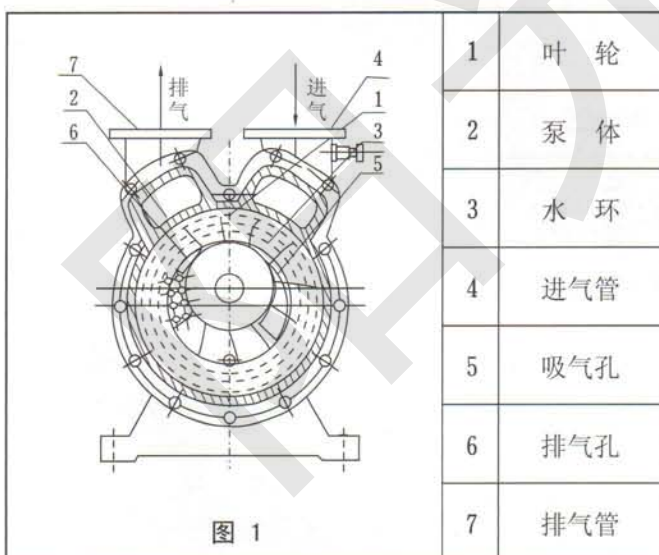

图 1
如图1所示，叶轮①偏心地装在泵体②内，起动时向泵内注入一定高度的水，因此当叶片轮旋转时，水受离心力的作用而在泵体壁上形成一旋转水环③，水环上部内表面与轮毂相切，沿箭头方向旋转，在前半转的过程中，水环内表面逐渐与轮毂脱离，因此在叶轮叶片间形成空间并逐渐扩大，这样就在吸气口吸入空气；在后半转的过程中，水环的内表面渐渐与轮毂靠近，叶片间的空间容积随着缩小，叶片间的空气因此被压缩而排出。